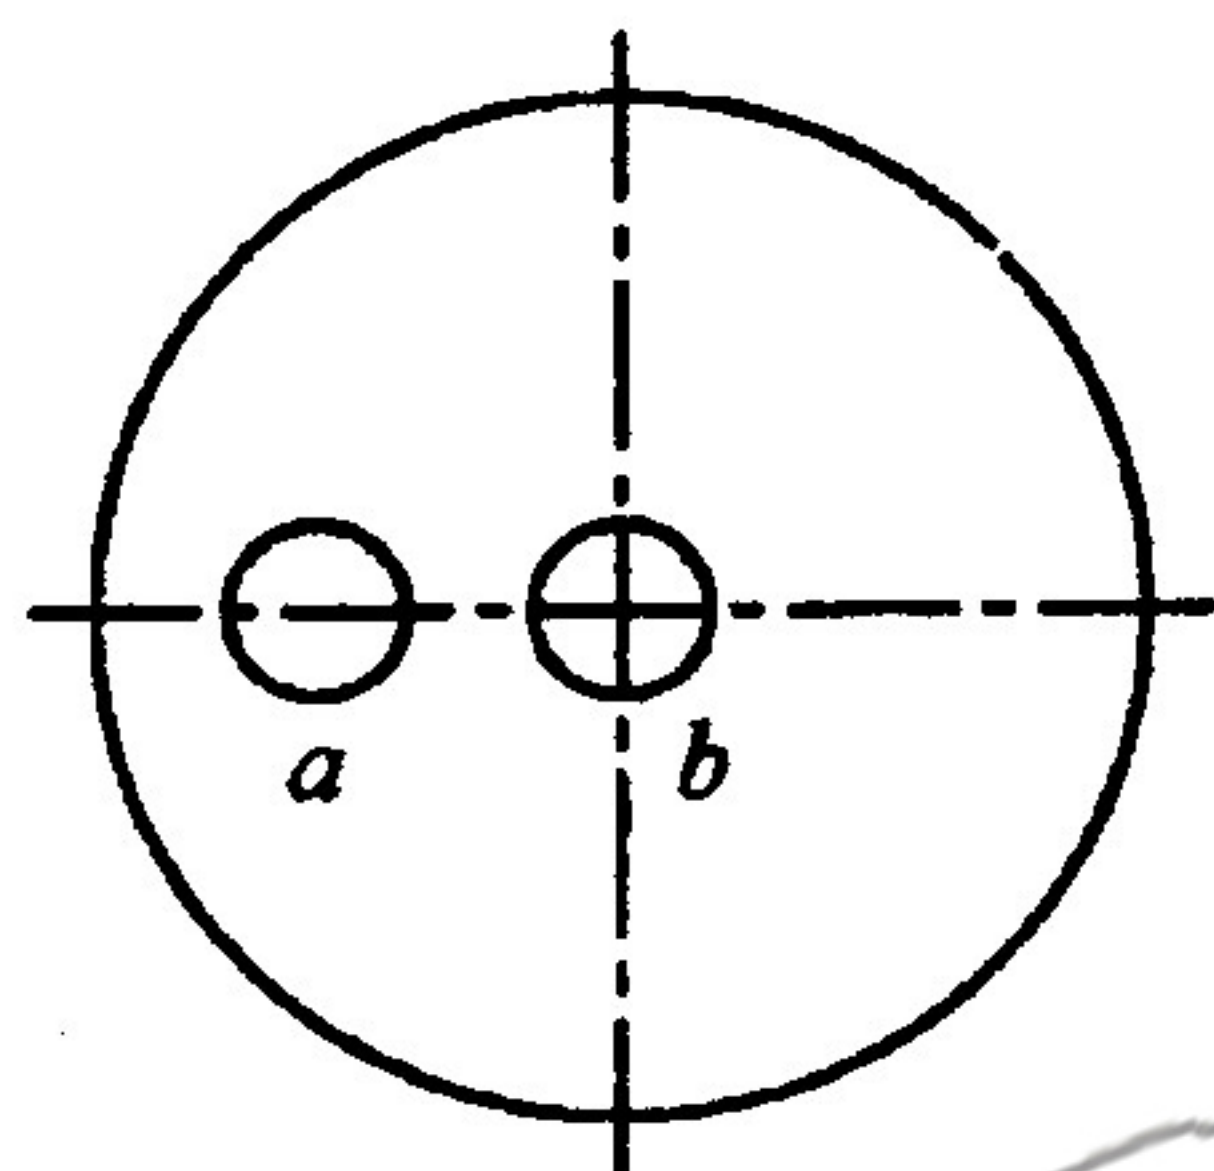

图 7.1
2. 如图 7.1 所示,一等直圆截面杆,若变形前在横截面上画出两个圆  $a$  和  $b$ ,则在轴向拉伸变形后,圆  $a$ 、 $b$  分别为( )